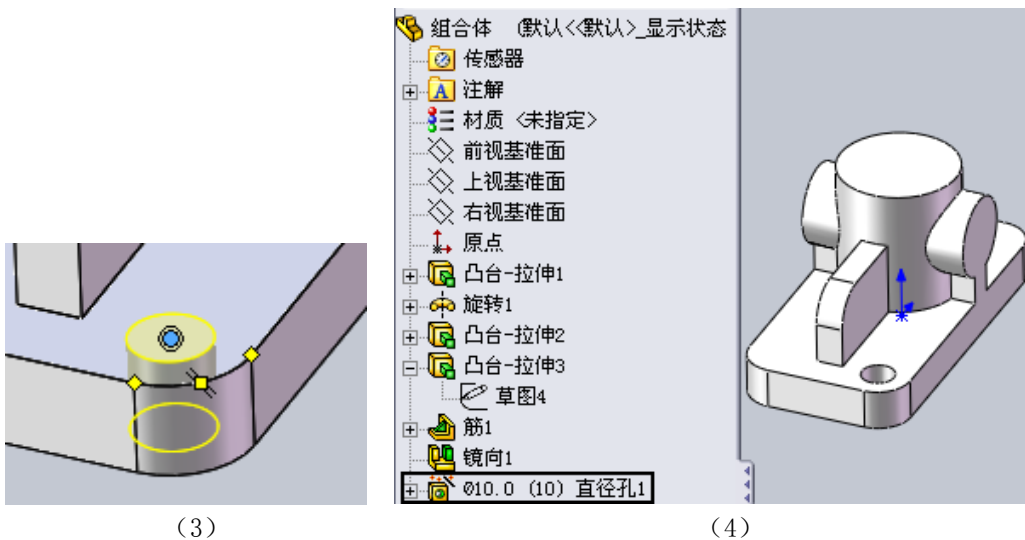

图 1-44 创建孔特征
单击“位置”选项标签，如图 1-44 (1) 所示，在图形区域中，单击底座上表面某处作为放置孔的面。此时，光标变为笔形状。将光标放在圆弧边线上，将显示圆弧边线的圆心（中心为十字符号的黑色圆，如图 1-44 (2) 所示），移动鼠标到圆弧边线的圆心处并点击圆心，则定位孔心与圆弧线的圆心重合（如图 1-44 (3) 所示）。注意此时在界面上方的命令管理器中“点”命令图标为启用状态，按一下键盘“Esc”键，退出创建“点”状态。单击“”确定，创建简单孔特征，
结果如图 1-44 (4) 所示。